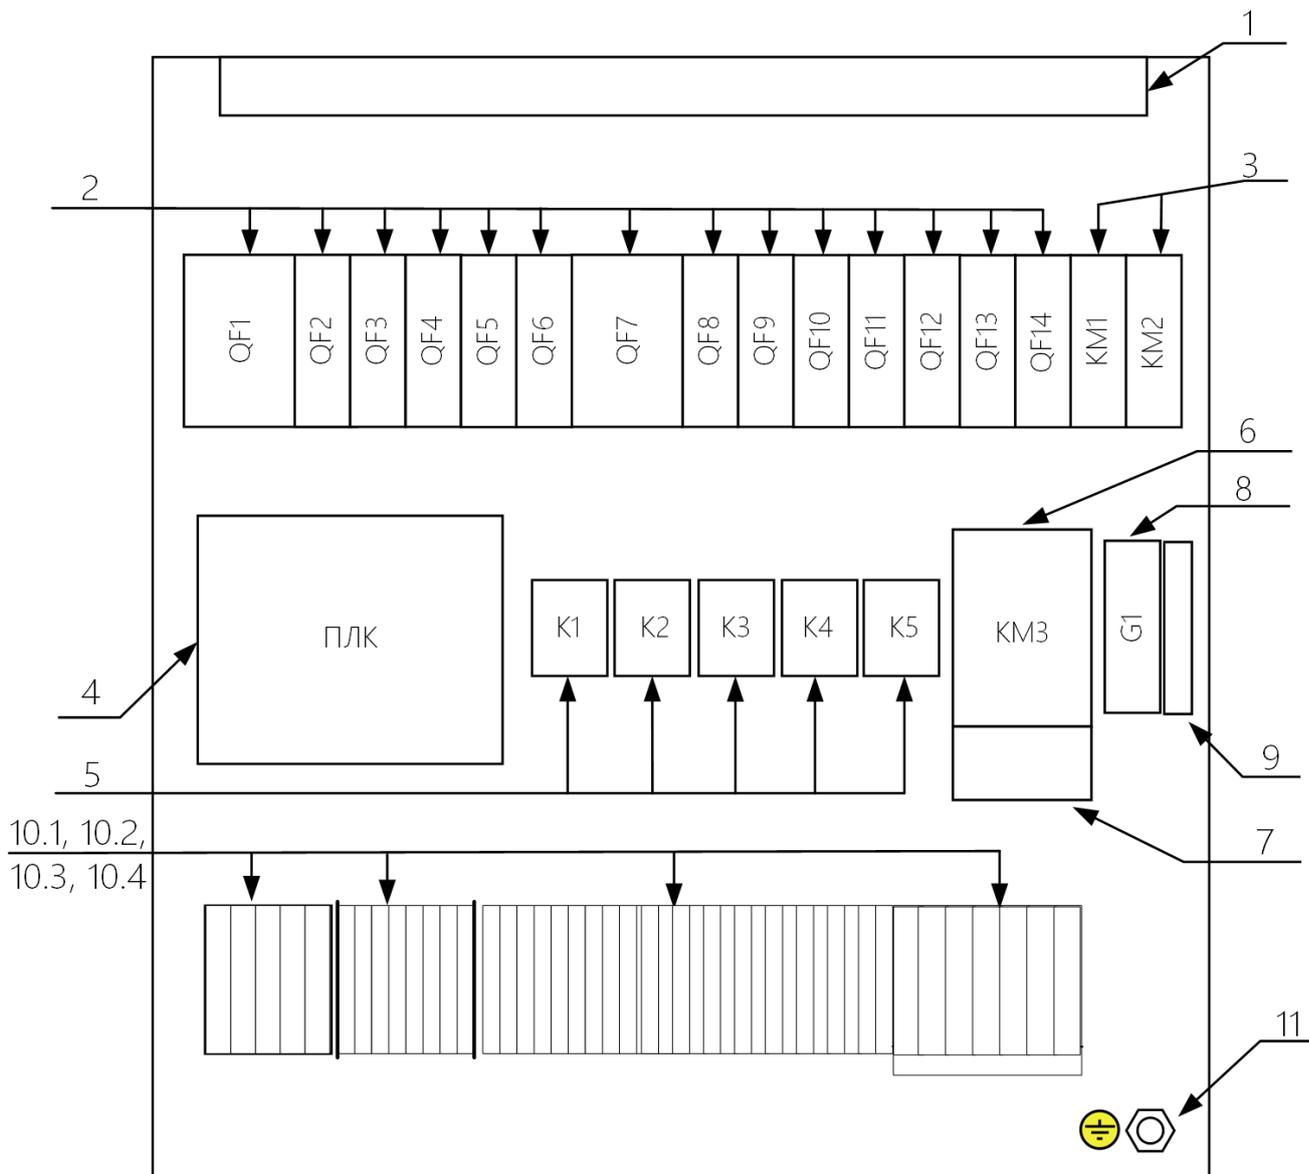

Рисунок 1 – Схема расположения составных элементов ЩУ-ТП
- К болту заземления (поз.11 на рис.1), подключить контур заземления.